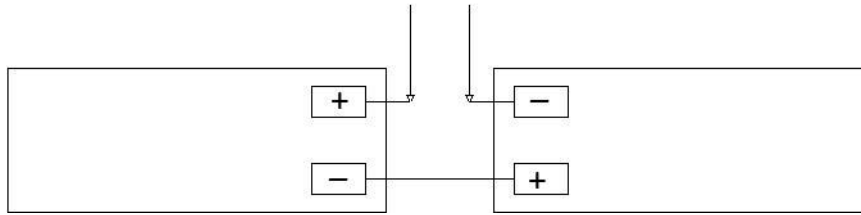

Рис. 2 Схема подключения АКБ
2.6. При отключении питания от сети переменного тока прибор автоматически переходит на питание от резервных аккумуляторов (эксплуатация прибора без подключенных аккумуляторных батарей запрещена). Схема включения АКБ приведена на рис. 2.